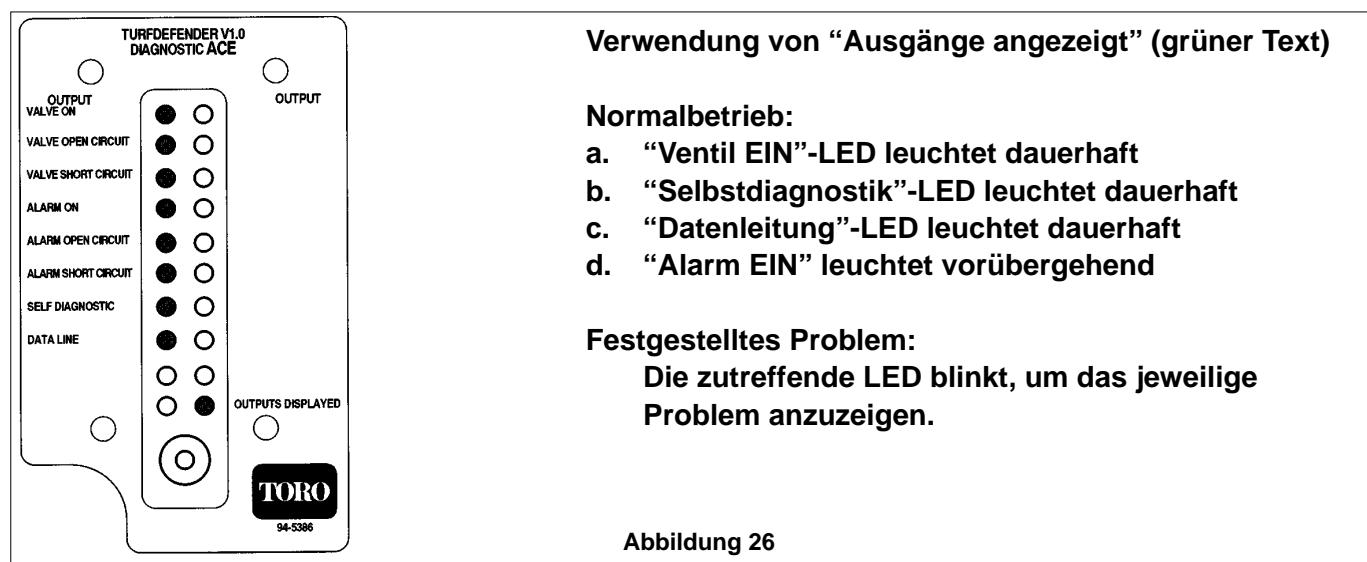

Abbildung 26
2. Die Wechseltaste solange drücken, bis die grüne “Ausgänge angezeigt”-LED aufleuchtet. Die “Ventil EIN”, “Datenleitung”- und “Selbstdiagnostik”-LED sollten ununterbrochen aufleuchten. Die “Alarm EIN”-LED kann vorübergehend angezeigt sein (ca. 5 Sekunden) (Bild 26).
2. Die ACE Diagnostikanzeige auf “Ausgänge angezeigt” umschalten (Bild 26).
2. Beim Umschalten auf "Ausgänge" sollte eine LED (Bild 26) eines der folgenden Probleme anzeigen, die vom TurfDefender festgestellt wurden: